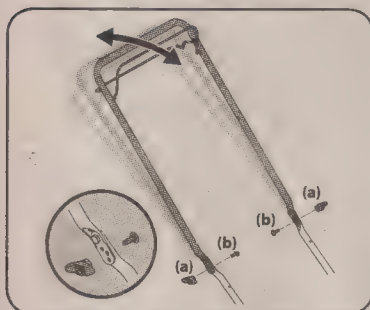

Figura 2-13
1. Retire las perillas de aleta (a) y los pernos de carro (b) de la manija. Vea la Figura 2-13.
2. Coloque la manija en una de las tres posiciones que sea más cómoda. Consulte el recuadro de la Figura 2-13.